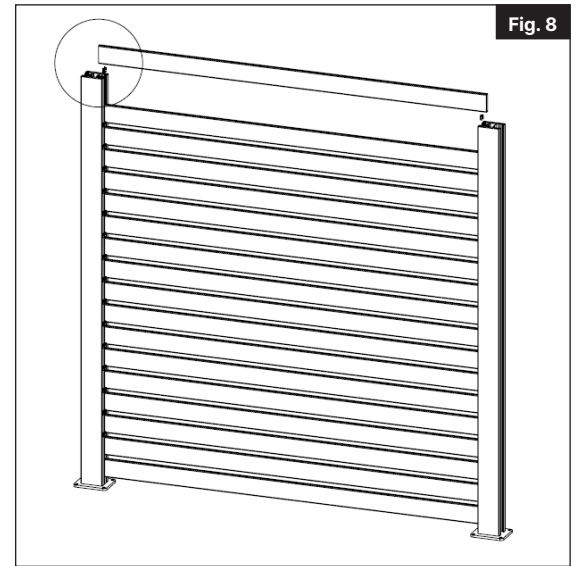

Fig. 8
Instale las plataformas restantes alternando el proceso y las placas de relleno hasta que se hayan instalado todas las plataformas (Fig. 8).
8. Sobre la última plataforma colocará el soporte en L más pequeño en contra del inserto de poste y utilizará pernos de #10^{3/4}" siempre que atornille el soporte a la plataforma y luego a un ángulo de 45 grados atornillará el soporte al inserto de poste (Fig. 8).
- 12.** Instale las plataformas restantes alternando el proceso y las placas de relleno hasta que se hayan instalado todas las plataformas (Fig. 8).